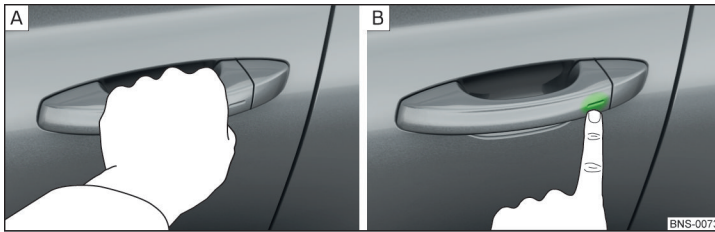

Fig. 48 Desbloquear vehículo / bloquear vehículo
- Agarrar la manivela para **desbloquear** el vehículo » fig. 48 - [A].
- Tocar el sensor en la manivela con el dedo para **bloquear** el vehículo » fig. 48 - [B].
- Tocar con el dedo dentro de 5 seg. el sensor en el tirador de la puerta » fig. 48 de la pág. 61 - [B]. La desactivación es confirmada por un sólo parpadeo de las luces intermitentes.